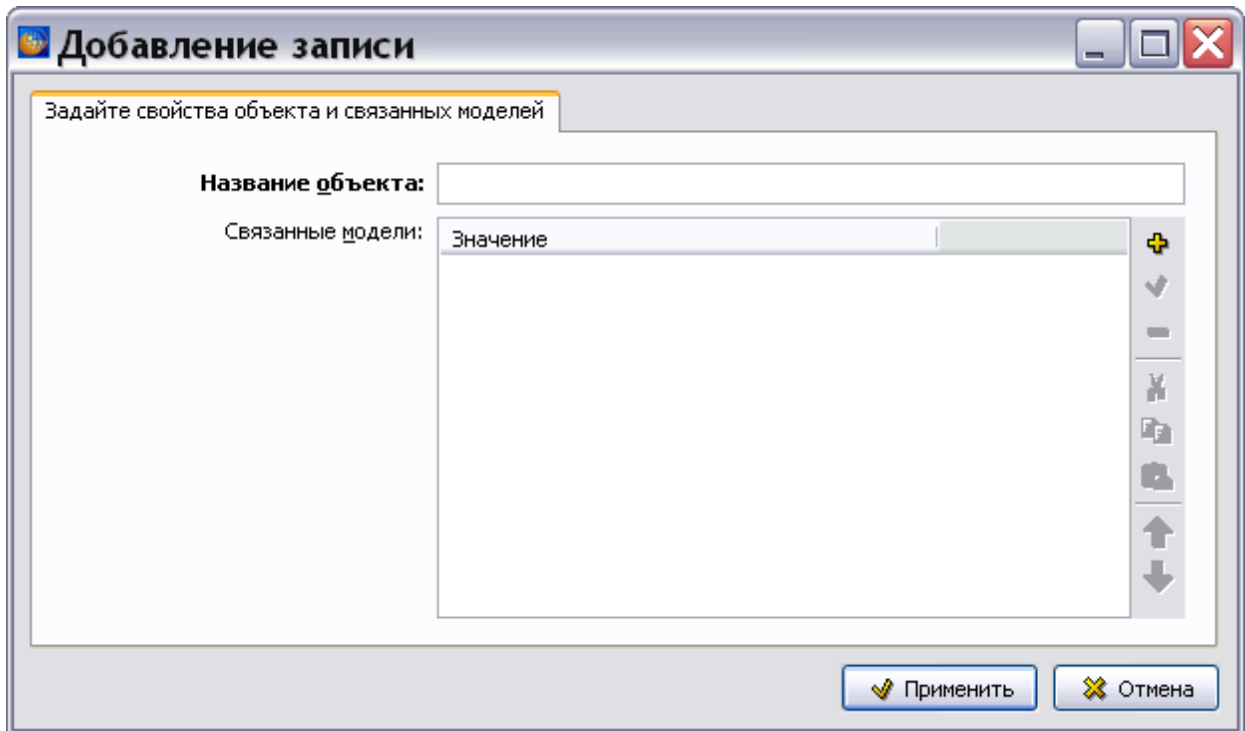

Рисунок 948
- 1) Нажмите на кнопку **Добавить** . После этого появится окно **Добавление записи** (рисунок 948).